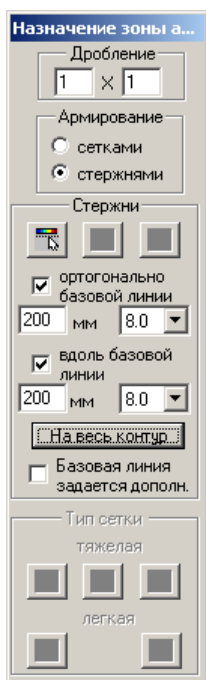

Рис.2.7.3. Окно диалога **Назначение зоны армирования**
- В открывшемся окне диалога **Назначение зоны армирования** (рис. 2.7.3) выполните следующие действия: